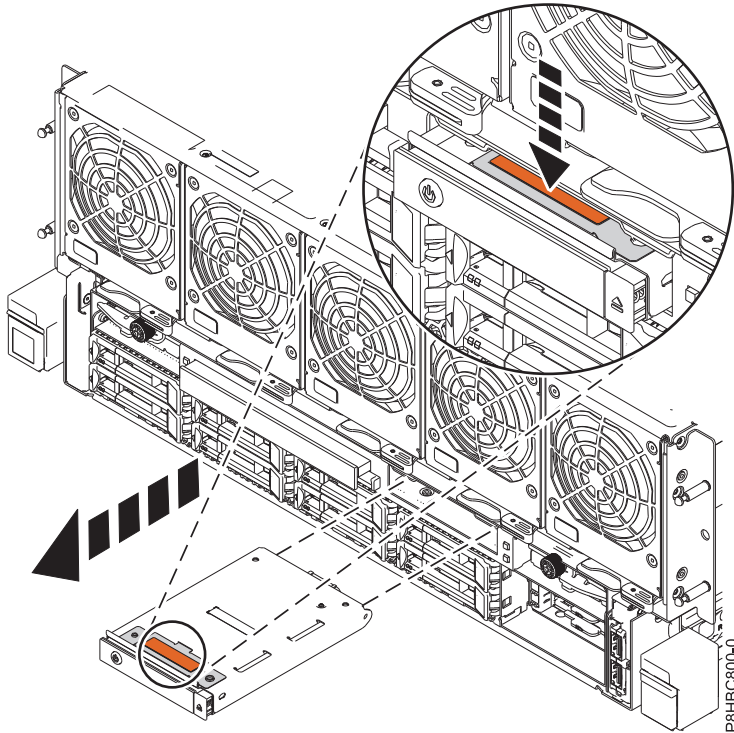

Figure 4. Retrait d'un panneau de commande
2. Appuyez sur l'onglet terracotta, puis faites glisser le panneau de commande hors de sa baie, comme illustré à la figure 4, à la page 8.